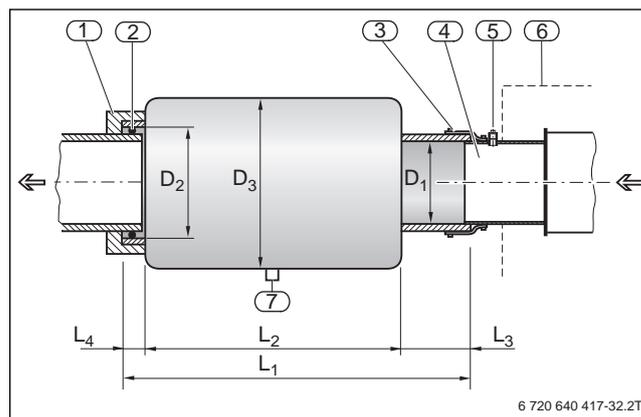
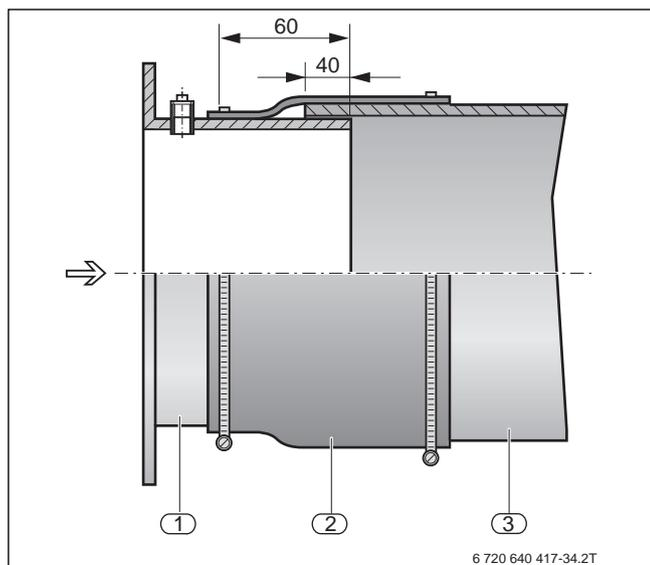

Рис. 39 Глушитель дымовых газов с уплотнительной манжетой для отделения корпусного шума
Рис. 40 Уплотнительная манжета дымовой трубы
Значительная часть шума, возникающего при сжигании топлива, может передаваться на здание через систему отвода дымовых газов. Специальные глушители дымовых газов значительно снижают уровень шума ( $\rightarrow$  рис. 39).
Показанный глушитель ( $\rightarrow$  рис. 39) снижает шум в дымовой трубе на 10 - 15 дБ(А) и при расчёте системы отвода дымовых газов потерей давления в нём можно пренебречь.
Шумоглушитель имеет опору ( $\rightarrow$  рис. 39, [3]) и специальную уплотнительную манжету ( $\rightarrow$  рис. 40, [1], стр. 60). Эта ступенчатая уплотнительная манжета и дополнительный уплотнительный шнур препятствуют передаче корпусного шума от котла в систему отвода дымовых газов (соединительный участок).
- [3] Уплотнительная манжета дымовой трубы ( $\rightarrow$  рис. 40, стр. 60)
Для надёжного и плотного соединения патрубка дымовых газов котла с соединительным участком дымовой трубы фирма Buderus предлагает уплотнительную манжету ( $\rightarrow$  рис. 40, стр. 60).